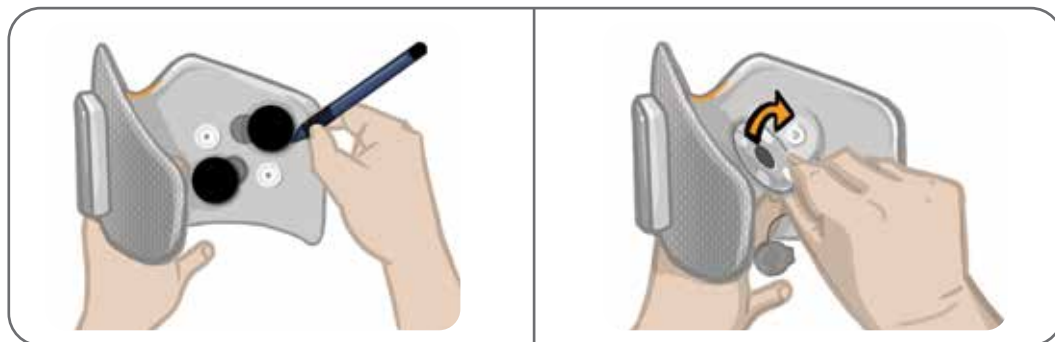

Figura 8-7: Marcatura della posizione delle basi per elettrodi (sinistra)
2. Marcare con un pennarello indelebile, sul rivestimento del gambale, la posizione delle basi per elettrodi utilizzate (Figura 8-7).